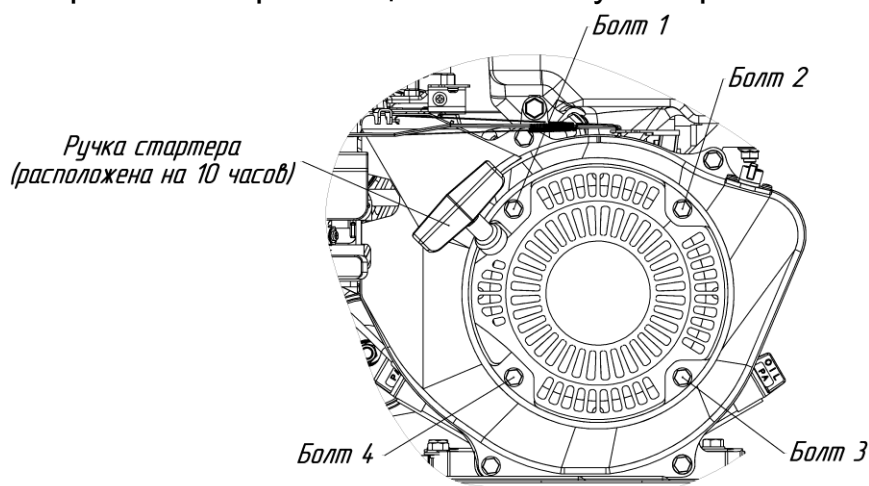

Рис.17 Схема крепления стартера на двигателе
- открутить 4 болта (см. рис.17);
- установить стартер на место таким образом чтобы ручка стартера была расположена на 10 часов (см. рис.17);
- закрутить 4 болта (см. рис.17).